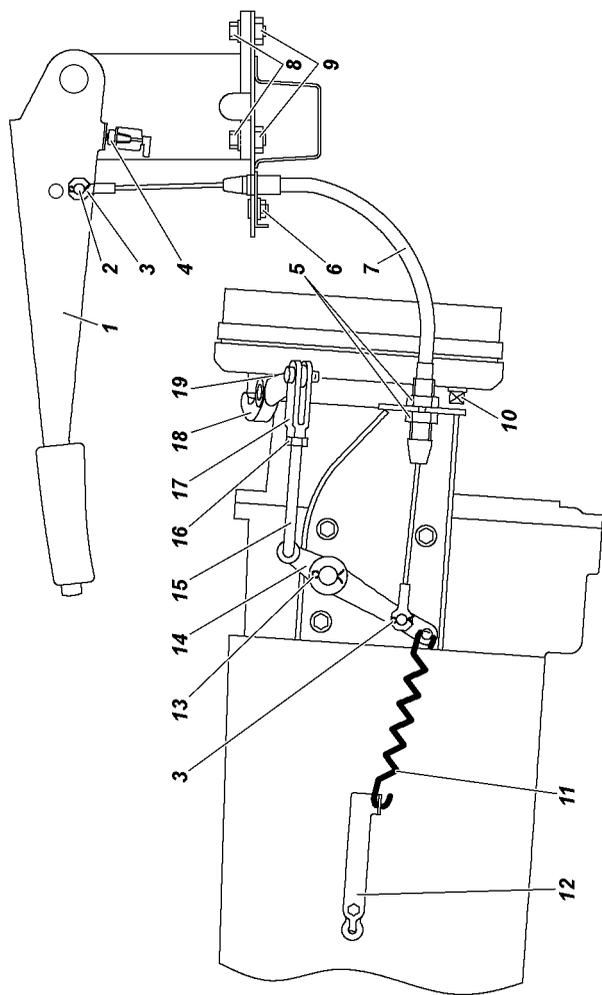

Рис. 9.28. Привод стояночного тормоза трансмиссионный:
**Трансмиссионный стояночный тормоз**, действующий на трансмиссию (рис. 9.28).
2. Переместите рычаг стояночного тормоза 1 (рис. 9.28) в крайнее нижнее положение.